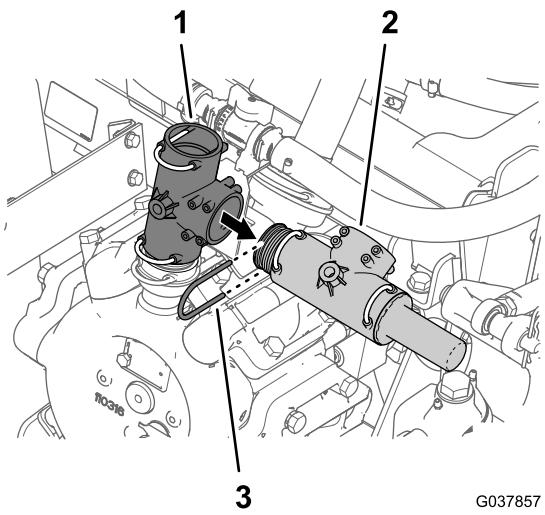

图66
- 卸下将带泄压阀的 T 形接头固定至打药车泵顶部 T 形接头的卡环 图66。
4. 从打药车泵顶部 T 形接头卸下带泄压阀的 T 形接头 图66。